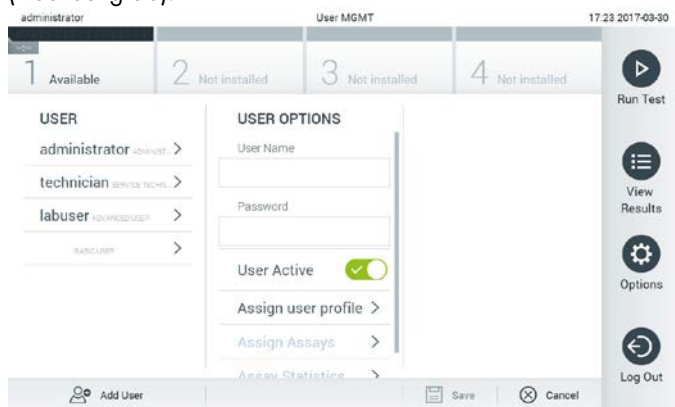

Abbildung 56: Hinzufügen eines neuen Benutzers
1. Drücken Sie auf die Schaltfläche Options (Optionen) und dann auf die Schaltfläche User Management (Benutzerverwaltung), um Benutzer zu konfigurieren. Im Inhaltsbereich der Anzeige wird der Bildschirm User Management (Benutzerverwaltung) angezeigt (Abbildung 56).